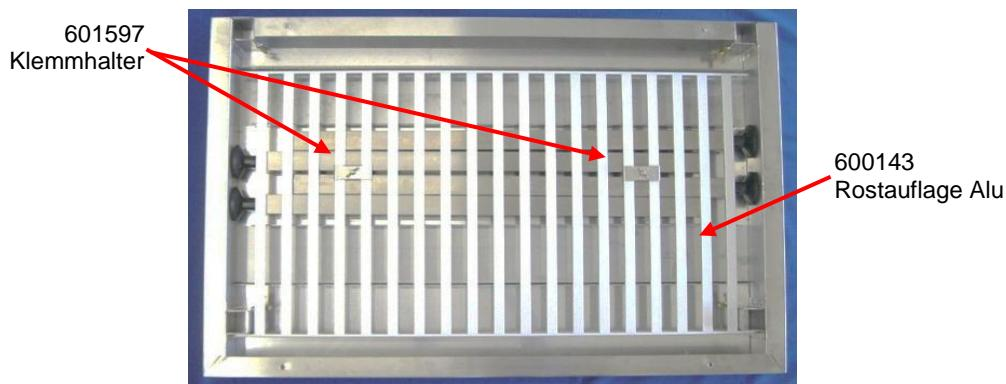

Abb. 1: Packzustand
- ◆ Lockern Sie die beiden Klemmhalter (Abb. 1):